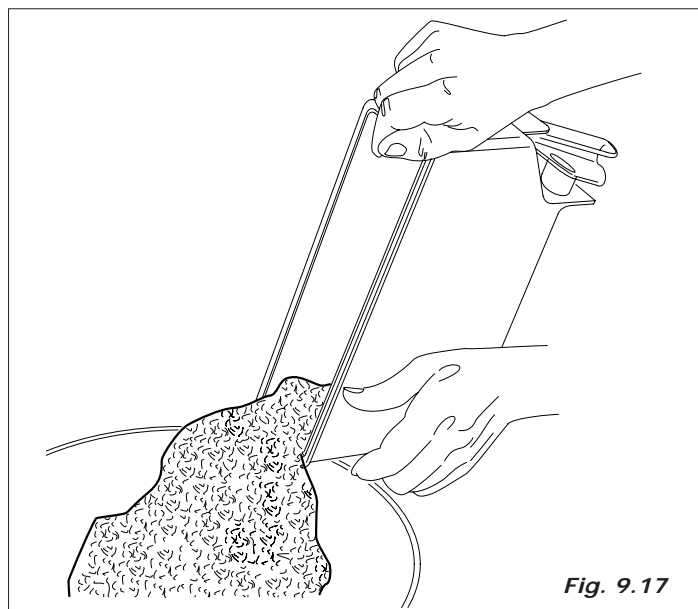

Fig. 9.17
- descarregar todos os produtos dos recipientes (Fig. 9.17)